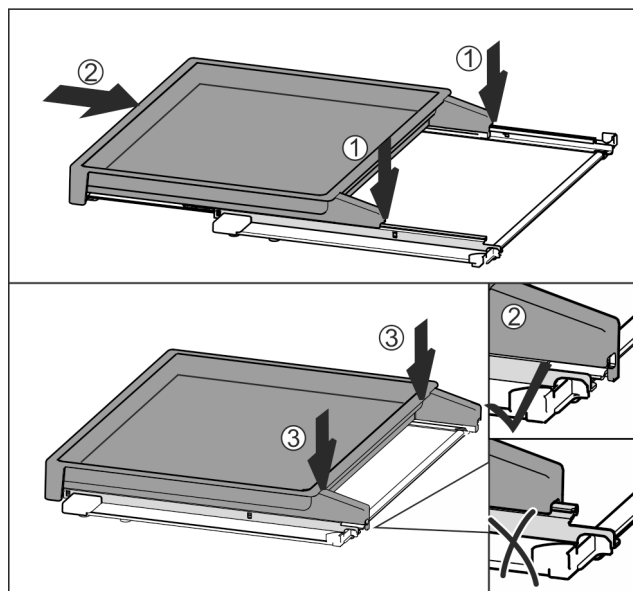

Fig. 134
- Nasadte uprostřed na kolejničky Fig. 134 (1).
- Vysouvací přihrádku zcela zasuňte Fig. 134 (2).
- Zatlačte pak na zadní straně, až slyšitelně zacvakne Fig. 134 (3).